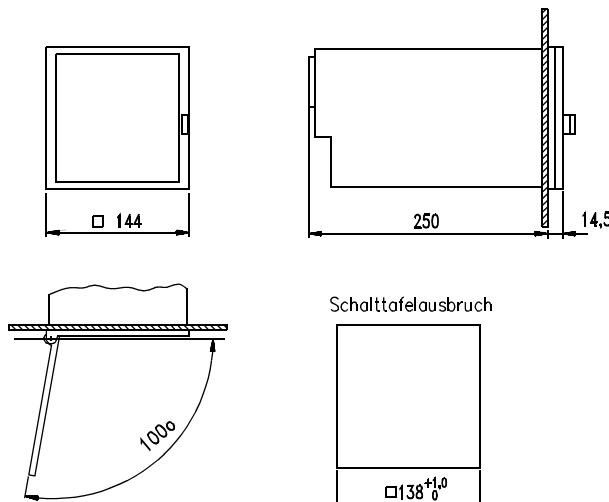
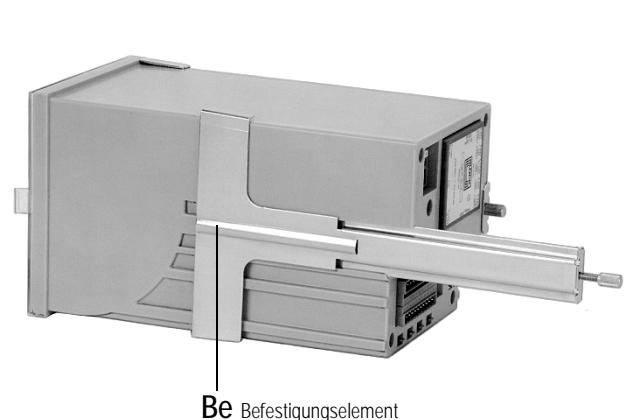

Bild 2 Maßbild LINAX 4000M (Maße in mm)
Bild 3 Befestigungselemente einsetzen
1.3 Montieren (siehe Bild 2 und Bild 3)
2. Befestigungselemente **Be** seitlich am Gehäuse in die Führungsnoten einschieben (siehe Bild 3).
2. Befestigungselemente **Be** seitlich am Gehäuse in die Führungsnuten einschieben (siehe Bild 3).